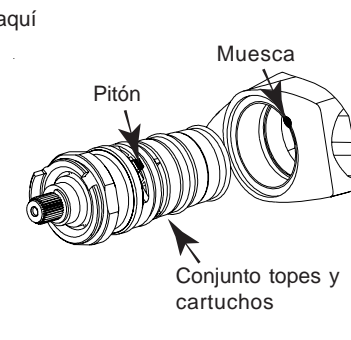

Fig. 6
- Ajustar el cartucho y los topes en el cuerpo, ajustando el pitón en la muesca (fig. 6)
- Asegurarse que la raya negra esta correctamente alineada con la ranura (fig.6).